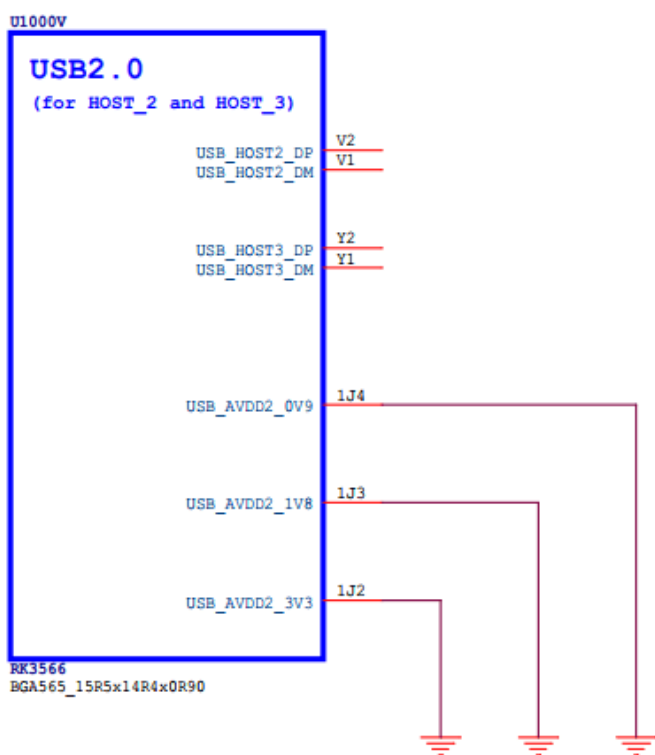

图 5 USB 2.0 Comb PHY_1 (for Host_2 and Host_3) 断开供电电路
2. 断开 USB 2.0 Comb PHY_1 的供电，如下图 5，并 disable 内核 DTS 中的节点 u2phy1_host 和 u2phy1_otg。
需要注意的是，如果产品上不使用 USB 2.0 Host，建议断开 USB 2.0 Host PHY 的供电，具体方法参考章节 RK356x USB 2.0 PHYs 供电及功耗控制 和图 5 的电路设计。